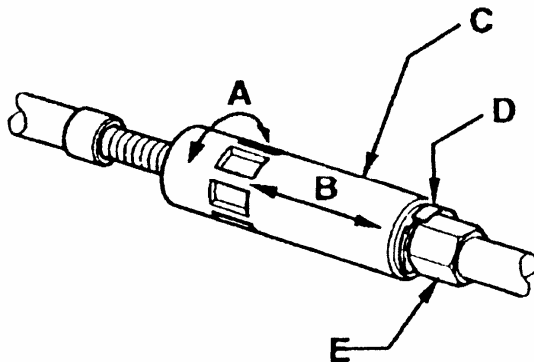
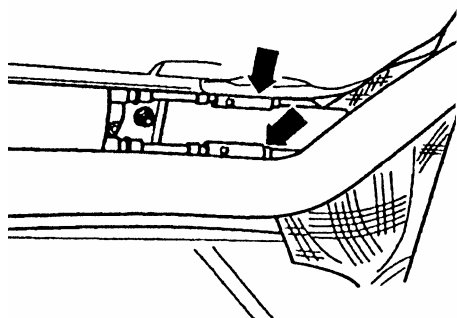

图 13-47 将拉索调节机构压到一起
图 13-56 拉开拉索护套粗调器
(2) 如图 13-47 所示, 拆下锁止元件 D。拧入调节螺母 C, 一直拧到底, 此时需用 13mm 螺帽扳手固定住锁紧螺母。将拉索调节机构压到一起。
- (1) 至少用力踏下制动踏板一次，将手制动器拉杆松开。
- (2) 拆下后部出风口（中央副仪表板）。拆下补偿环处所有塑料件，这些零件拆下后要换用新的。用螺丝刀卡住补偿环，使之不能转动。四轮驱动的车，手制动器拉索调节装置在后下控制臂的前面。前轮驱动车，手制动器拉索调节装置在车底通道内。
- (3) 拆下锁止元件，用 SW13 的螺帽板手固定住锁紧螺母，拧入调节螺母，一直拧到底。压缩粗调器（见图 13-47）。
- (4) 拧出调节螺母，拧到可看见锁止元件的槽。插入锁止元件。
- (5) 如图 13-56 所示，同时拉开两拉索护套的粗调器，拉至拉索预张紧，进行这一步时，不可使杠杆离开制动钳。